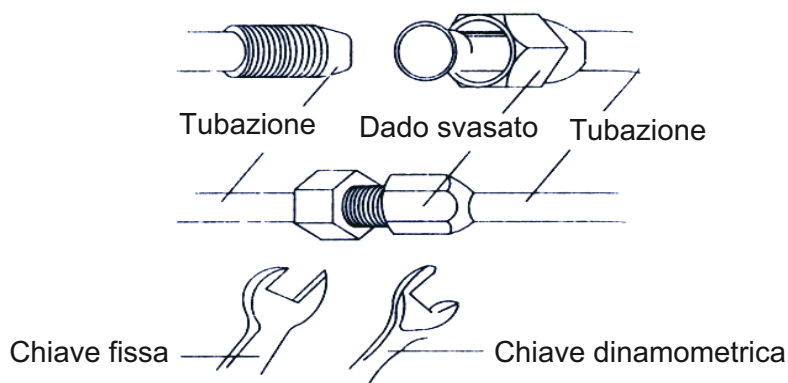

Fig.18
b. Successivamente, stringere la ghiera con una chiave dinamometrica, fino allo scatto (vedi Fig.18).